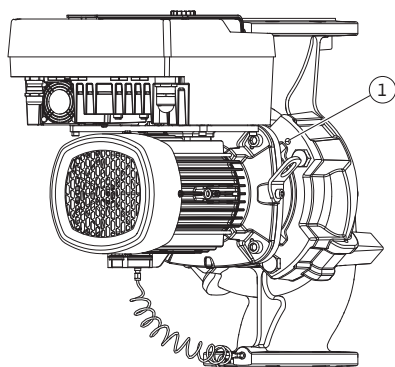

Fig. 11: Отжатие съемного блока через резьбовые отверстия (DN 100...DN 125)
Для типа насоса Fig. II и Fig. III (DN 100...DN 125) использовать с этой целью два резьбовых отверстия (Fig. 11, поз. 1). Использовать подходящие винты, предоставляемые заказчиком (например, M10 x 25 мм).
5. Отжать съемный блок (см. Fig. 4) от корпуса насоса. Для этого использовать два резьбовых отверстия (см. Fig. 11). С этой целью ввернуть винты M10 подходящей длины в резьбовые отверстия.